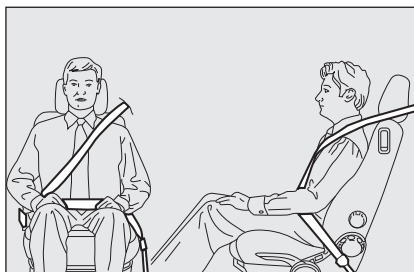

fig. 3
**VIGTIGT!** Selebåndet må ikke være snoet. Den øverste del skal passere hen over skulderen og derfra diagonalt ned over brystkassen. Den nederste del skal ligge til omkring bækkenet (som vist på **fig. 3**) og ikke omkring maven. Hold ikke selen ud fra kroppen med clips, klemmer eller lignende.